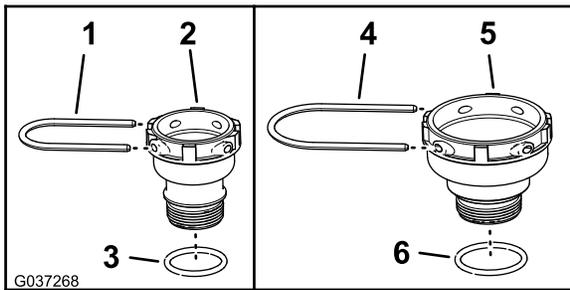

Figura 4
2. Monte la junta tórica de 1 1/2" x 1-13/16" (38 x 46 mm) en el conector de 1/4" (31,8 mm), como se muestra en la figura Figura 4.
3. Monte la junta tórica de 1 3/4" x 2-3/32" (45 x 53 mm) en el conector de 1/2" (38,1 mm), como se muestra en la figura Figura 4.